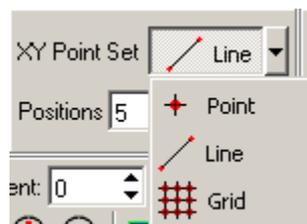

Рис. 8-28
5. Выберите режим проведения спектроскопии (в точке, по линии, по сетке) (Рис. 8-28).